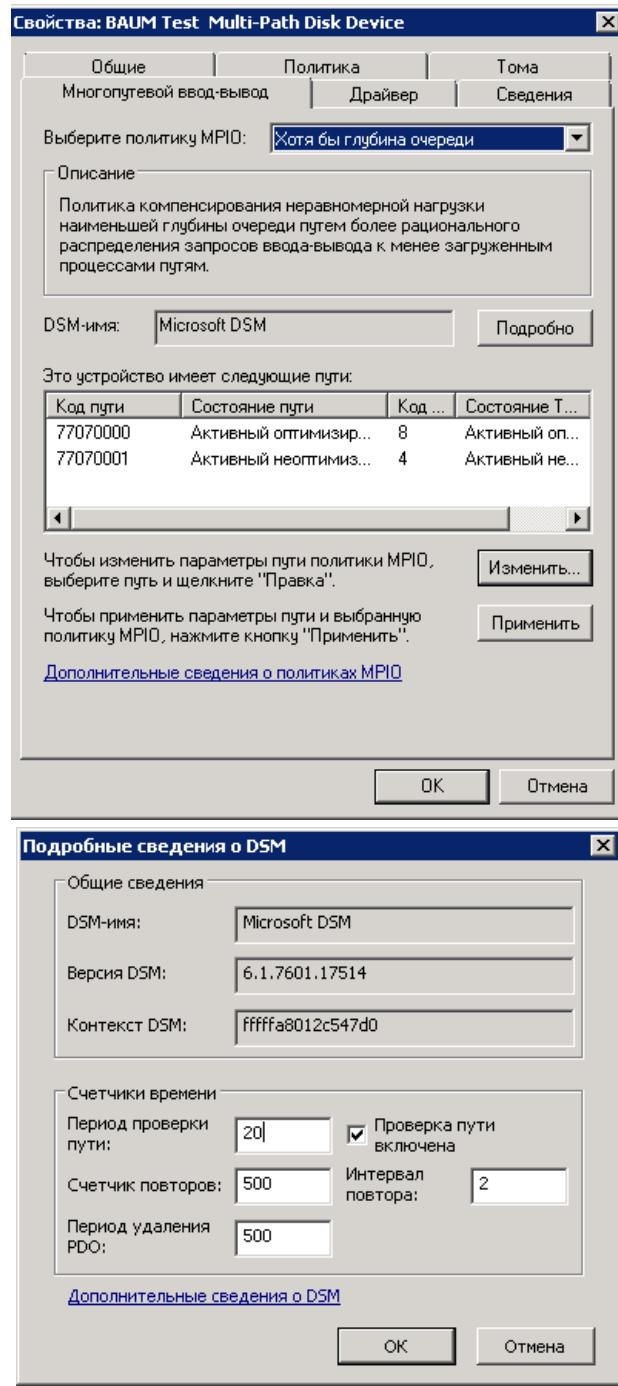

Рисунок 50 - Настройка MPIO
- 3) В разделе «Управление дисками» панели «Управление компьютером» нажать правой кнопкой мыши по созданному диску. В окне «Свойства: наименование диска» на вкладке «Многопутевой ввод-вывод» выбрать политику MPIO «Хотя бы глубина очереди» (см. Рисунок 50).
Рекомендуемые параметры для DSM модуля показаны на рисунке (см. Рисунок 50).